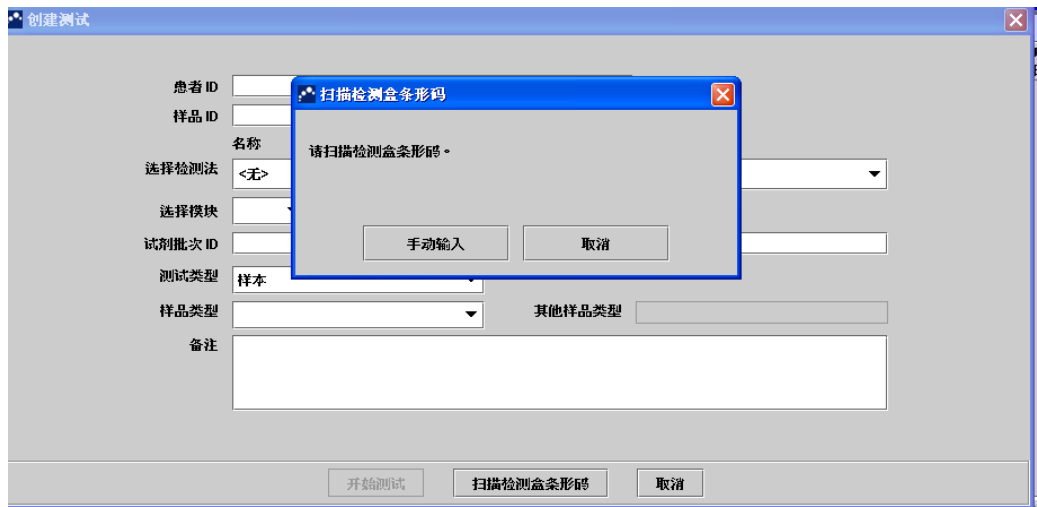

图 4-10“创建测试”窗口和“扫描检测盒条形码”对话框
- 3. 用所提供的条码扫描器扫描检测盒条码。出现如图4-10所示的”请扫描检测盒条形码”对话框。请注意，此时在”创建测试”窗口中，软件会自动填入所需信息。